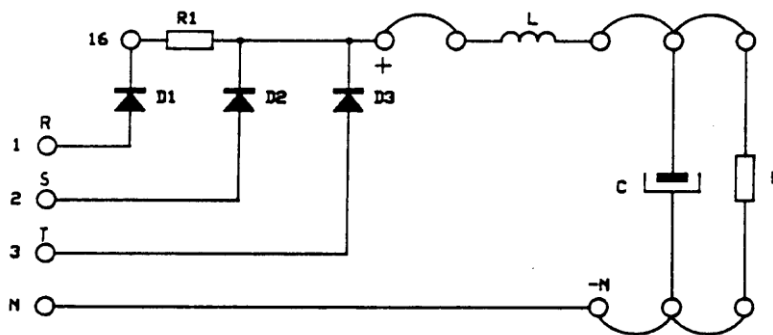

Figura 4: Conexión del rectificador trifásico de media onda con carga RLC.
- Mantenga las conexiones de las fases **(R, (S), (T)**, el neutro y la inductancia como en la sección anterior.
- Conecte el condensador en paralelo con la resistencia como en la Figura 4.